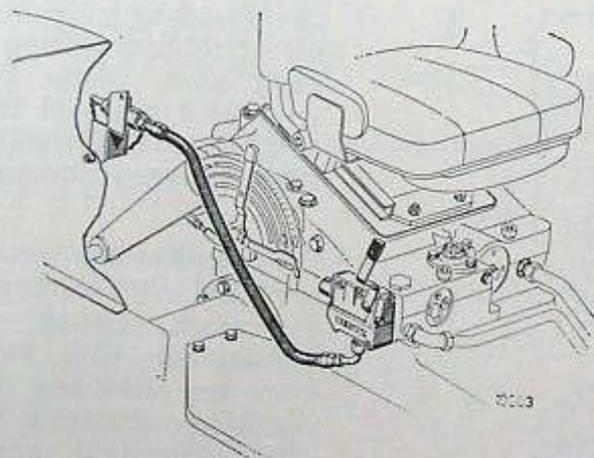

Bild 57
- 1 Schlauchanschluß und 1 einfach wirkendes Steuergerät (nur Heben oder Senken Bild 57).